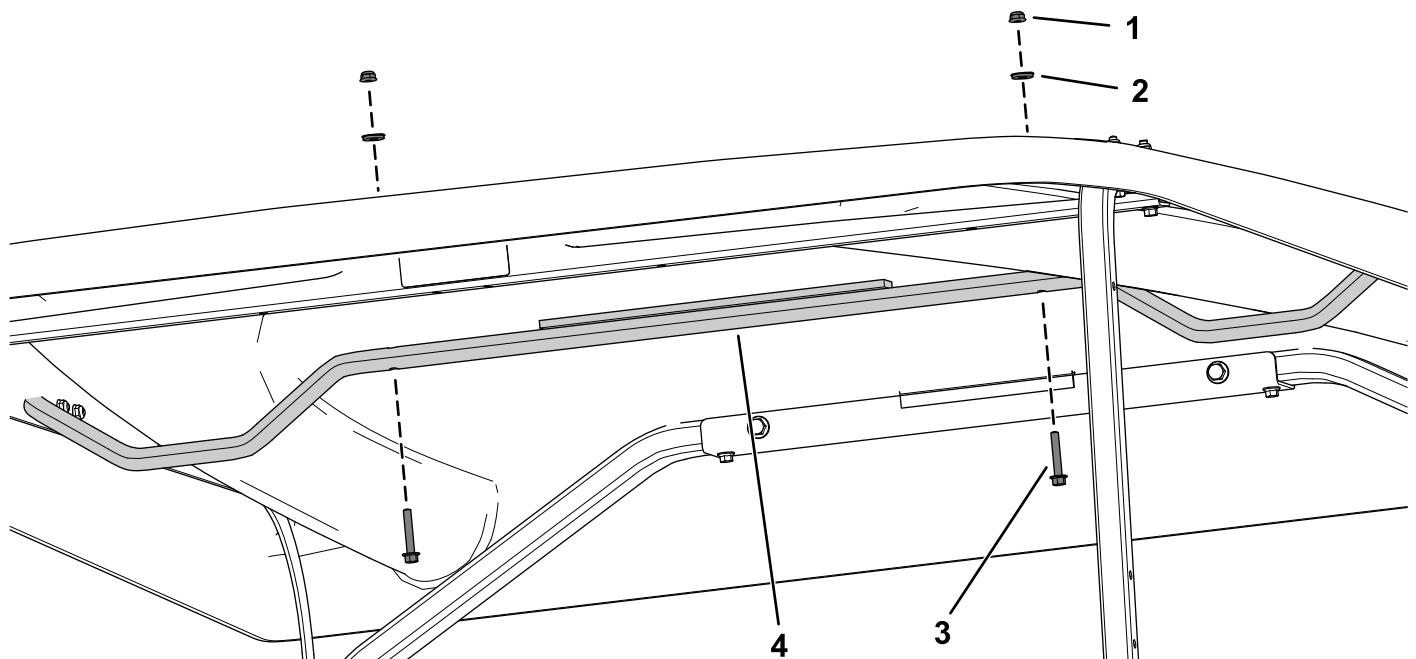

Рисунок 20
4. Прикрепите опорную трубу навеса к навесу с помощью 2 болтов с фланцевыми головками ($\frac{1}{4} \times 1\frac{1}{2}$ дюйма), 2 уплотнительных шайб и 2 контргаек ($\frac{1}{4}$ дюйма), как показано на Рисунок 20.